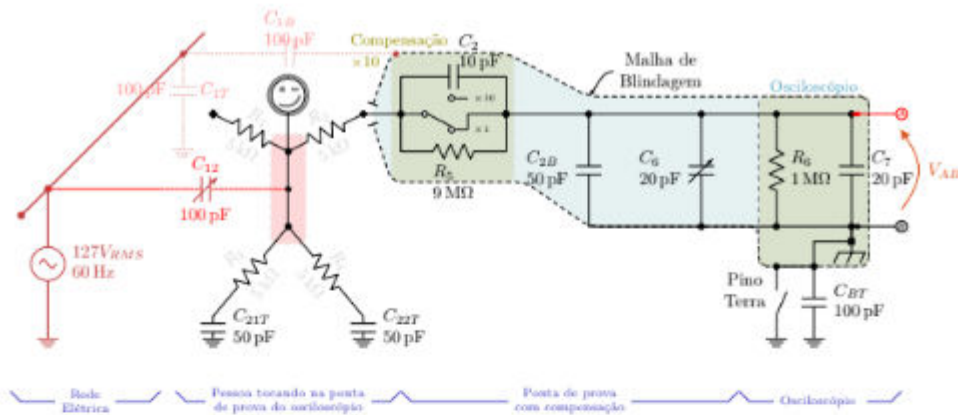

Figura 5: Diagrama esquemático de uma pessoa tocando a ponta de prova de um osciloscópio.
- (b) Experimente tocar com a ponta dos dedos a ponta de prova do osciloscópio com a garra jacaré de terra flutuando e observe (faça um esboço do sinal em suas anotações) a forma de onda (amplitude e frequência) conforme ilustrado na Figura 5. Avalie o sinal observado considerando: